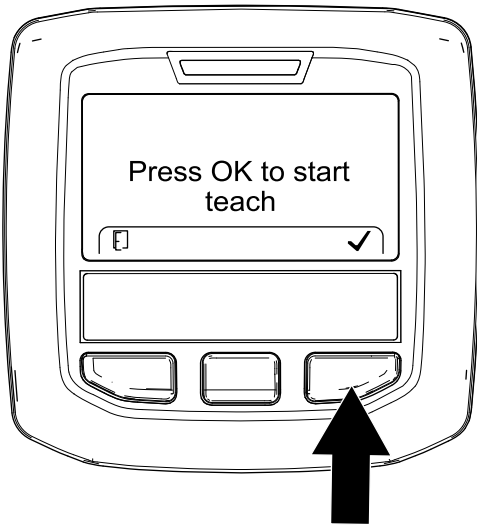

Figura 67
- En la pantalla Press OK to Start Teach (Pulse Ok para iniciar la enseñanza) (Figura 67), pulse el botón derecho del InfoCenter.